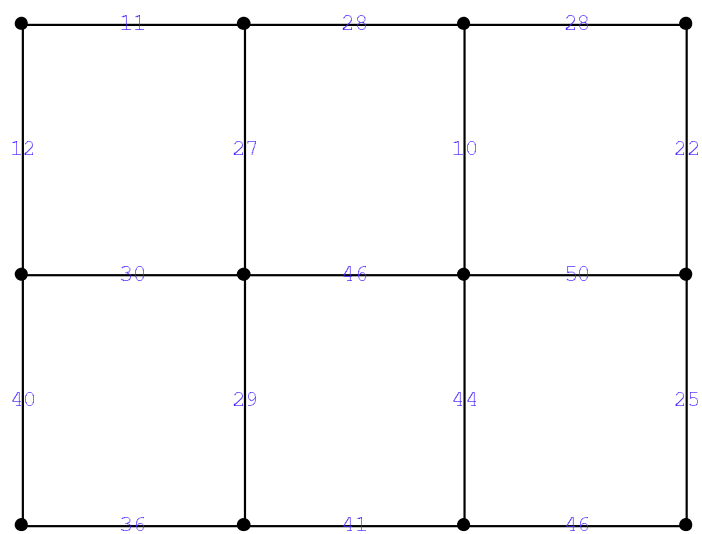

Figura 4.7: Ruas e distâncias a serem percorridas
- 1) Um carteiro deve passar pelas 17 ruas mostradas na figura 4.7 (com os comprimentos). Desenvolva uma heurística com objetivo de cosntruir um roteiro para que o carteriro percorra o menor caminho possível. (Esse problema é conhecido como Problema Chinês do Carteiro).